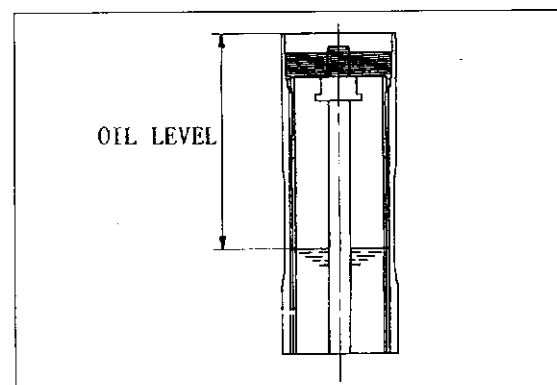

Fig. 7
- 15) Ölstandsmessung (Fig. 7).